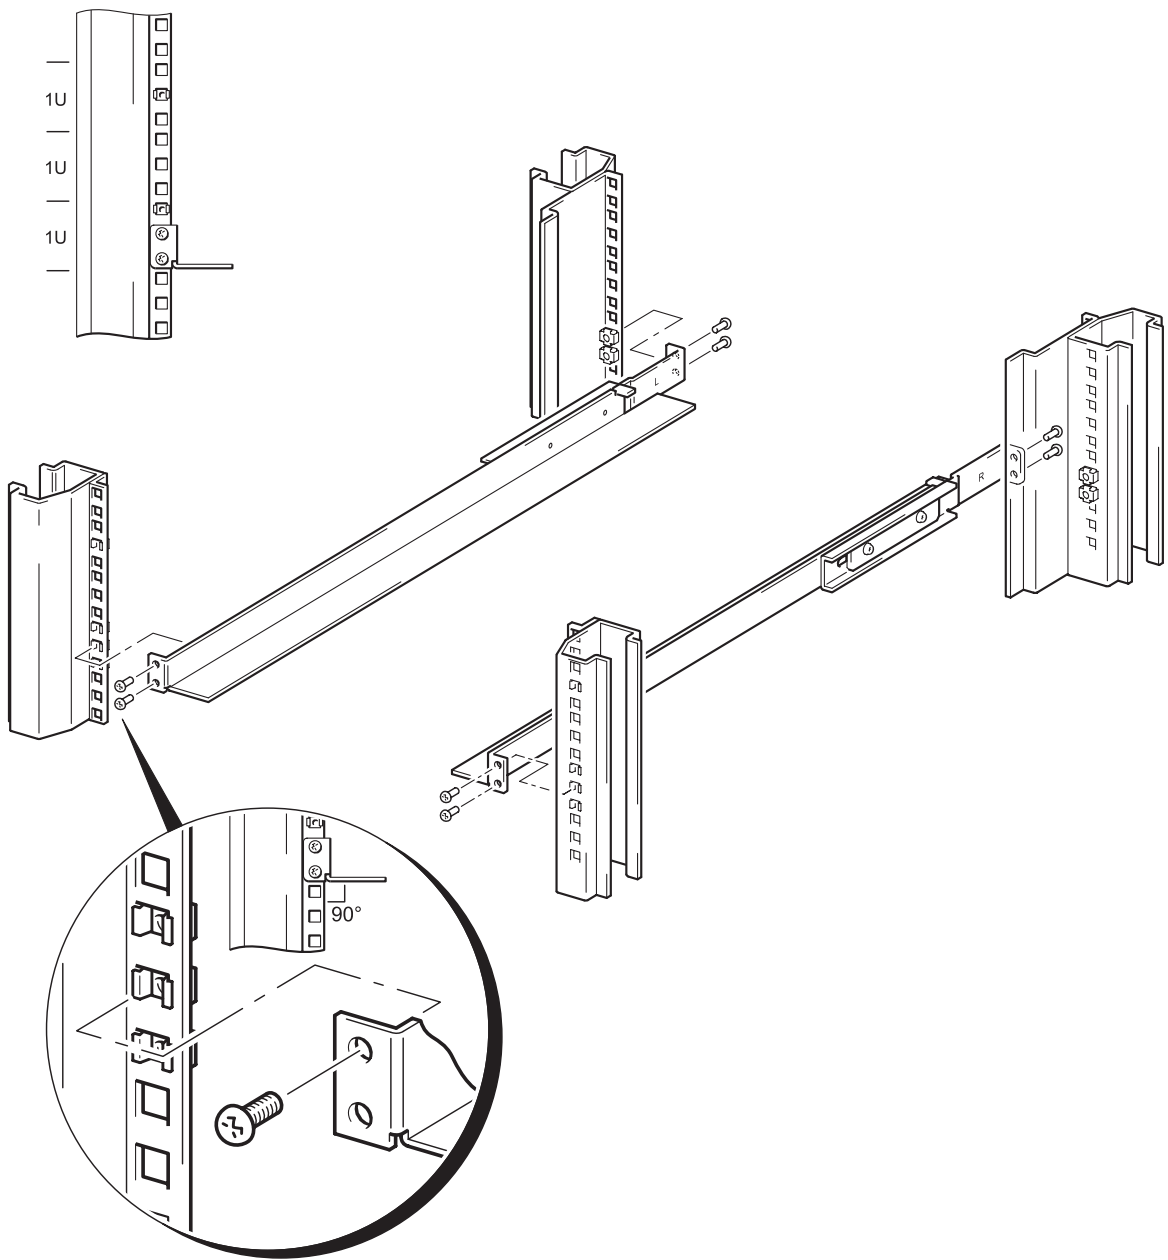

図 3b: サポート・レールの取付け（角穴付きラック）
- 1 図 3b を参照してください。サポート・レールの後端が後部支柱に重なり、サポート・レール後端の 2 個の穴が 2 個のケージ・ナットに合う位置にサポート・レールを合わせます。この作業は 2 人で行うと簡単です。